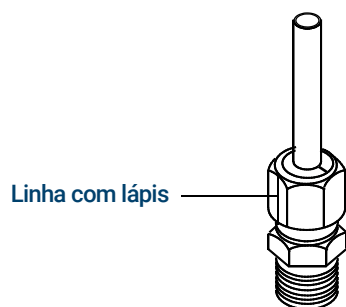

Figura 26. Marcar a conexão
- Marque uma linha com lápis na porca. Consulte **Figura 26**.